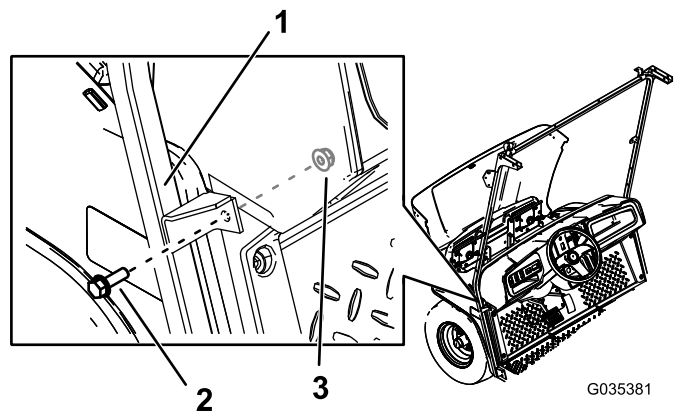

Рисунок 5
4. Прикрепите средний кронштейн опоры ветрового стекла к автомобилю при помощи двух болтов с шестигранными фланцевыми головками ($\frac{5}{16}$ x 1 дюйм), вставленных в просверленные отверстия, и двух гаек ($\frac{5}{16}$ дюйма) (Рисунок 5).